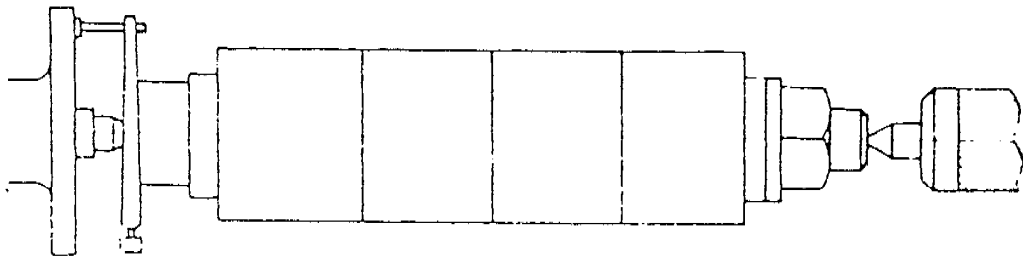

Figura 8
- b. Coloque el mandril entre puntas ( Figura 8 )